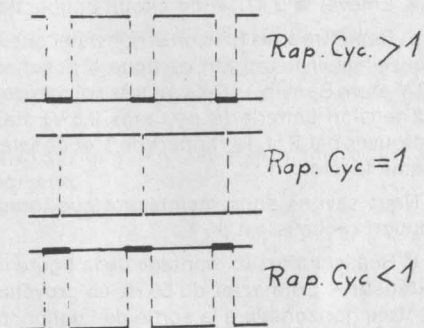

Fig. IX-25. — Etalonnage du servo-test.
- Réaliser alors le montage de la figure IX-25 l'oscillo étant en position « balayage extérieur ». Connecter du 50 Hz en provenance du secteur à l'entrée verticale. Relier l'entrée horizontale à la sortie de l'unijonction (donc aux bornes de  $0,1 \mu\text{F}$ ).